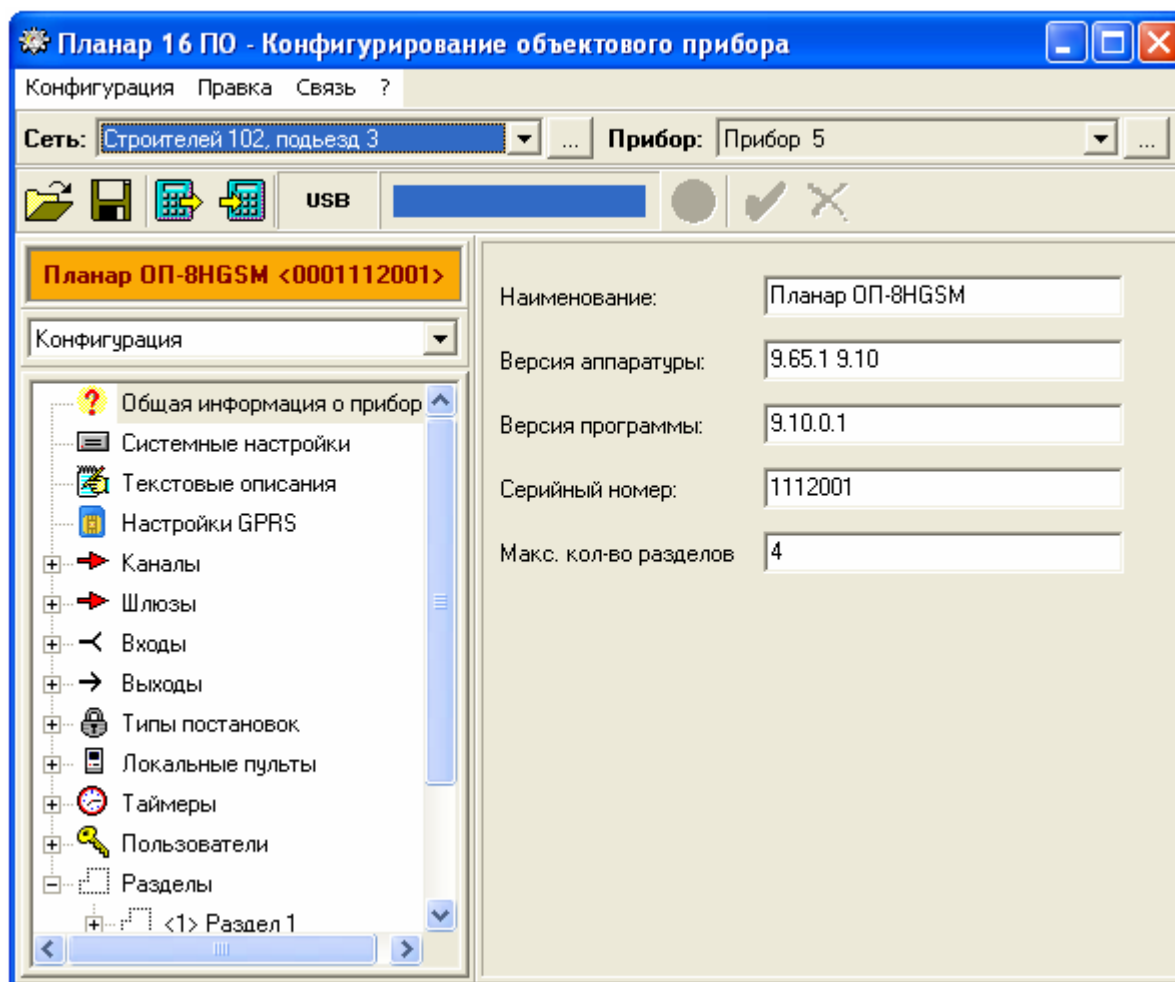

Рис. 12.7 Общая информация о приборе
12.2.2.3.16. Типовое окно программы конфигурирования объектового прибора при выбранном интерфейсе **USB->RS-485** приведено на рис.12.7.